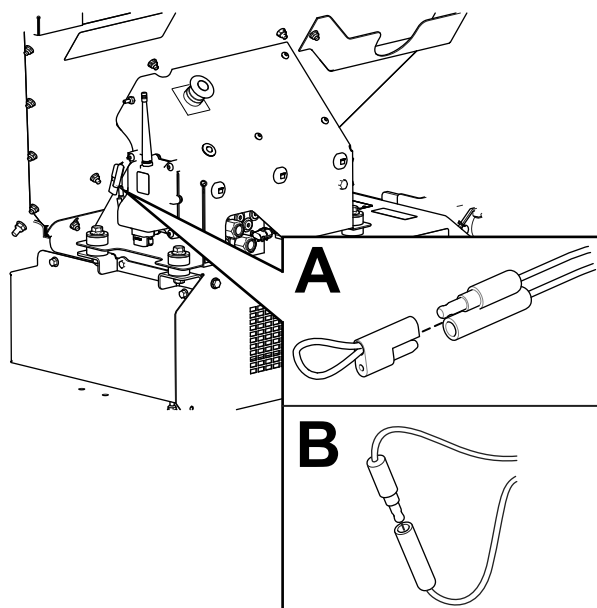

図 62
3. 故障診断コネクタ同士を接続する (図 62のB)。
2. 故障診断コネクタ同士の接続を外す 図 62のB。
3. 故障診断コネクタ2つにキャップを元通りに取り付ける 図 62のA。